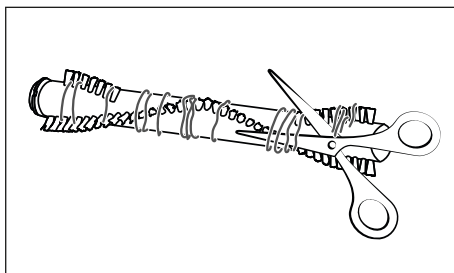

Fig. 28
- 4) Corte os fios e cabelos presos nas cerdas do rolo de escova 21, utilizando uma tesoura (ver fig. 28). Remova os fios e cabelos presentes no rolo de escova 21.